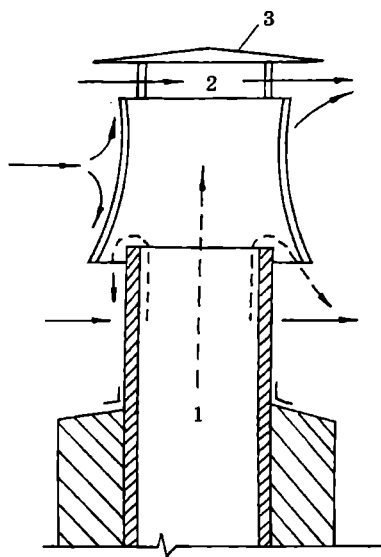

Рис. 43. Дефлектор конструкции Вольперта:
Один из наиболее распространенных дефлекторов показан на рис. 43. Он состоит из двух стаканов — нижнего (цилиндрического) (1) и верхнего (расширенного книзу) (2), соединенных между собой способом насадки; над верхним стаканом прикреплена крышка (3). На верхней части каждого стакана имеются кольцевые отбои, предназначенные для изменения направления движения ветра (отклоняют его от вертикального направления). Поверхности дефлекторов расположены таким образом, что при любом направлении ветер не только не препятствует выходу газов, но даже помогает ему, подсасывая их через верхнее или нижнее кольцевое пространство. При действии ветра сверху вниз газы подсасываются через нижнее кольцевое отверстие, при обратном направлении ветра — через верхнее кольцевое пространство; наконец при горизонтальном направлении ветра газы подсасываются ветром через оба отверстия. Дефлектор действует менее эффективно при движении ветра снизу вверх, так как он отражается от крышки дефлектора в сторону, обратную движению газов (этот недостаток в той или иной мере присущ вообще всем дефлекторам). Для устранения это-